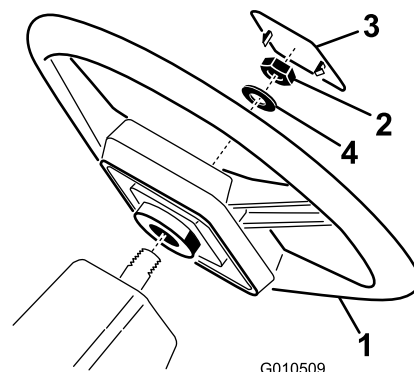

Figure 3
1. Retirez l'écrou de l'arbre de direction. Glissez le volant et la rondelle sur l'arbre de direction (Figure 3).